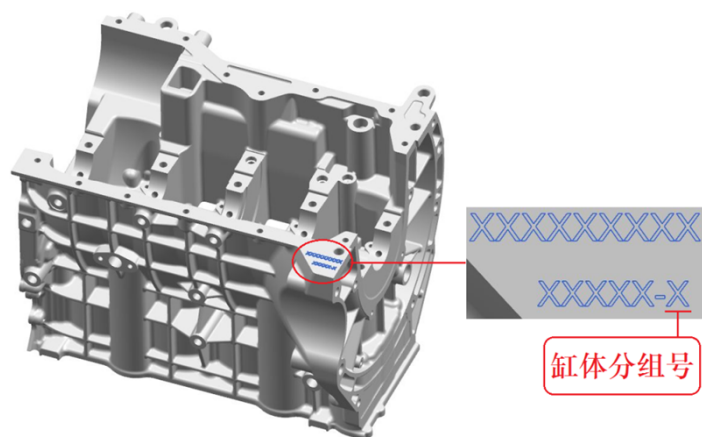

图 13.6
9、按下表 13.2 选配平衡轴调整垫片（平衡轴分组号如图 13.2 所示，缸体分组号如图 13.6 所示），将 4 个平衡轴调整垫片分别安装到平衡轴机构部件的 4 个空心圆柱销上（连接油道的空心圆柱销无需安装垫片），将垫片压至贴合平衡轴座。